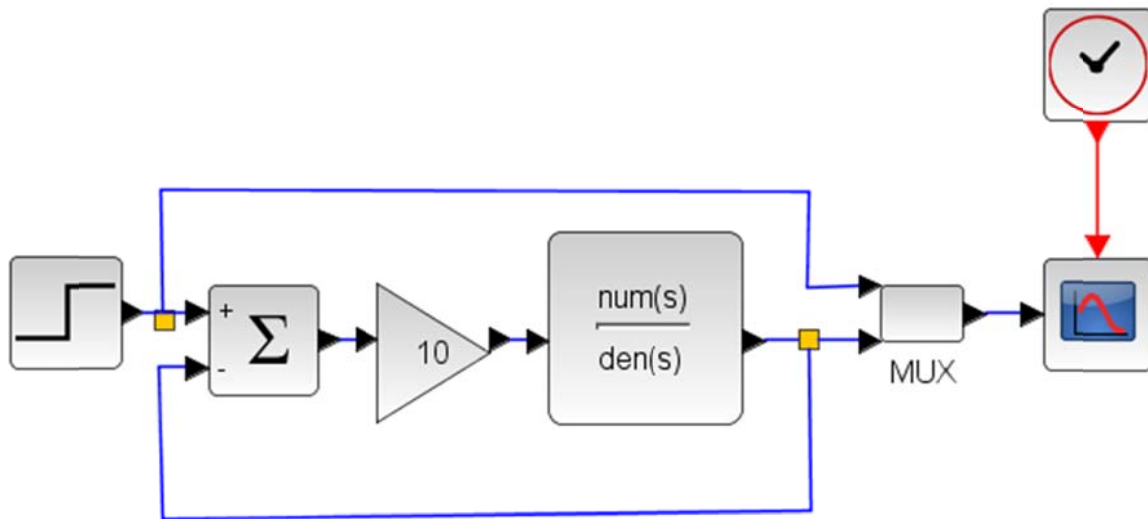

Fig.6 : Insertion d'un gain
- Insérer un gain entre la sortie du comparateur et l'entrée du système. Le nouveau schéma XCOS doit ressembler à celui de la Fig. 6.